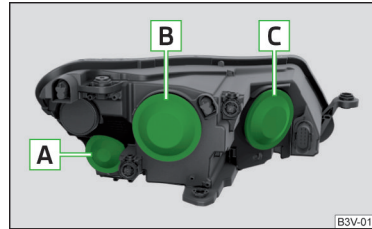

Abb. 261
Glühlampenordnung » Abb. 261
- Die Schutzkappe **B** bzw. **C** » Abb. 261 auf Seite 224 abnehmen.
- › Die Schutzkappe **B** bzw. **C** » Abb. 261 auf Seite 224 einsetzen.
- › Die Schutzkappe **A** » Abb. 261 auf Seite 224 abnehmen.
- › Die Schutzkappe **A** » Abb. 261 auf Seite 224 einsetzen.